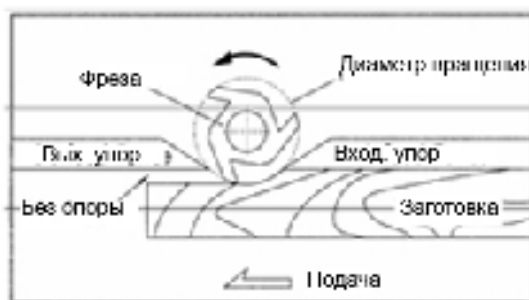
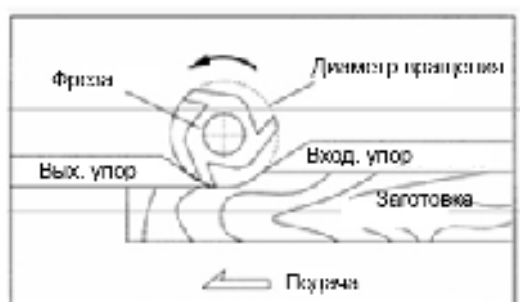

Рис. 4.2
Рис. 4.3
2. Различные варианты установки положений половинок упора показаны на Рис. 4.2 и Рис. 4.3.